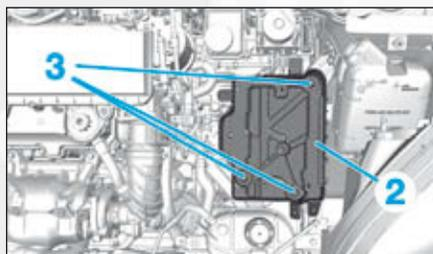

FIG.9
- Dégrafer et écarter les faisceaux électriques attenants au bac à batterie (2) (Fig.9).
- Déposer les vis de fixation (3) du bac de la batterie puis le retirer.